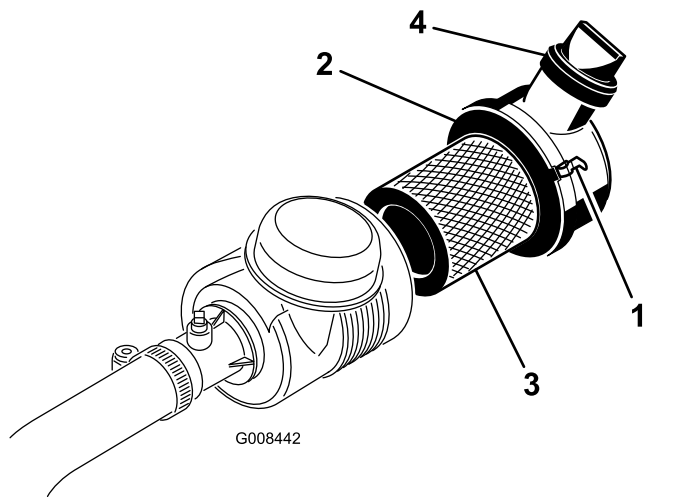

図 31
1. エアクリーナのカバーをボディーに固定しているラッチを外す(図 31)。
7. カバーとボディがラッチで確実に固定されていることを確認する 図 31。